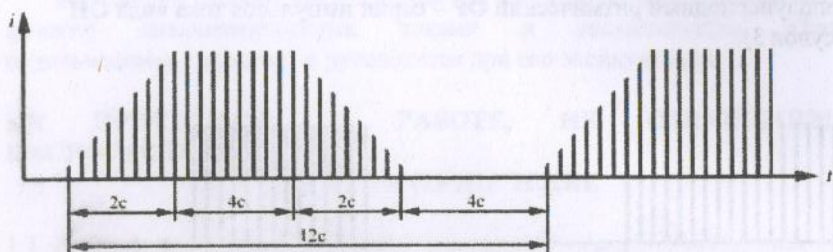

Рисунок 6
- 2.2.6. Однополупериодный волновой ОВ – серии импульсов тока вида ОН, огибающая которых нарастает от нуля до максимального значения, выдерживает это значение, а затем спадает до нуля (рисунок 6).